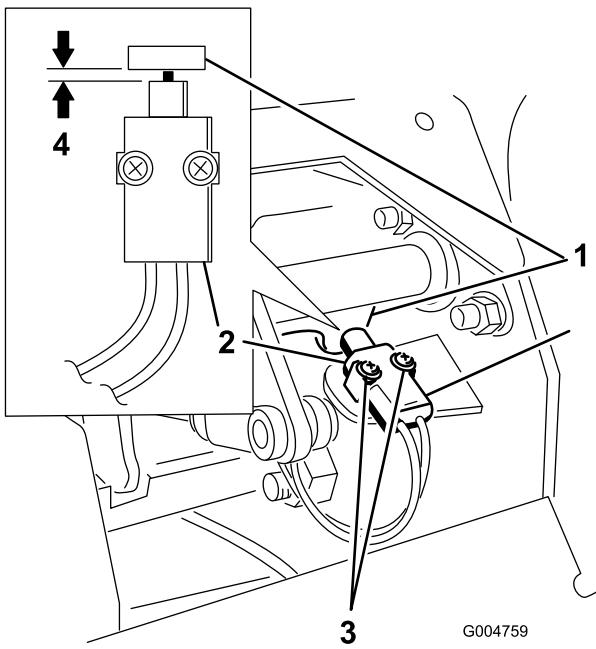

Bild 56
4. Schieben Sie den Schalter zur Lasche auf der Bremswelle, bis der Abstand zwischen der Lasche und dem Schaltkörper 0,4 bis 1 mm beträgt (Bild 56).